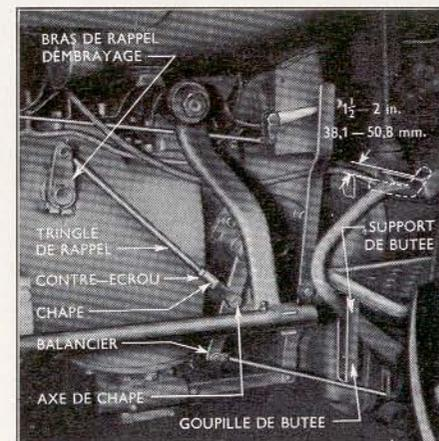

Fig. 22.
3. Si un embrayage double est monté, s'assurer que la goupille de butée (Voir Fig. 22) est retirée du support de butée, mettre le moteur en marche, engager la prise de force et vérifier que la prise de force s'arrête de tourner quand la pédale d'embrayage est complètement enfoncée. Raccourcir la longueur effective de la tige de commande, s'il n'en est pas ainsi.